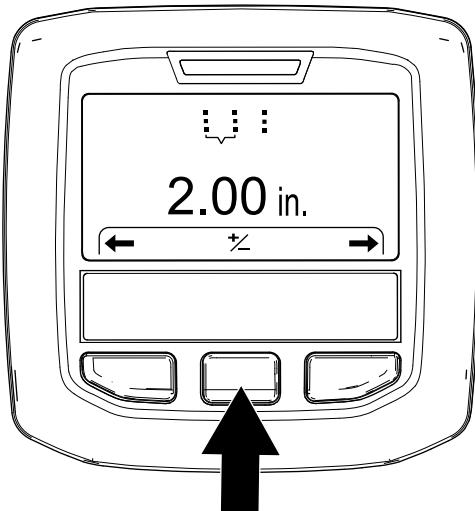

Bild 55
3. Drücken Sie die rechte InfoCenter-Taste, bis der Bildschirm „Einstellen des Lochabstands“ angezeigt wird (Bild 54 und Bild 55).